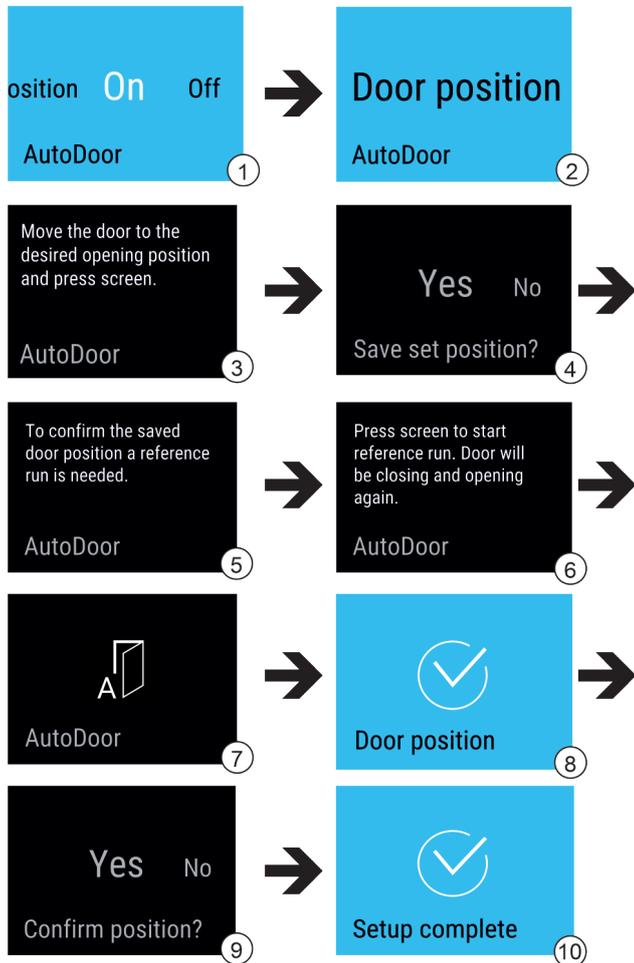

Fig. 17
- ▶ Funktion AutoDoor auswählen. Fig. 17 (1)
- ▶ Anzeige im Display wischen, bis Door position erscheint. Fig. 17 (2)
- ▶ Türöffnungswinkel konfigurieren: Tür mindestens 70° öffnen. Fig. 17 (3)
- ▶ Türöffnungswinkel bestätigen: Meldung im Display antippen. Fig. 17 (4)
- ▶ Referenzfahrt starten: Display antippen. Fig. 17 (6)
- ▷ Display blinkt. Fig. 17 (7)
- ▷ Referenzfahrt ist erfolgreich: Display wird 2 Sekunden blau. Fig. 17 (8)
- ▶ Türöffnungswinkel bestätigen. Fig. 17 (9)
- ▷ Display wird blau. Fig. 17 (10)